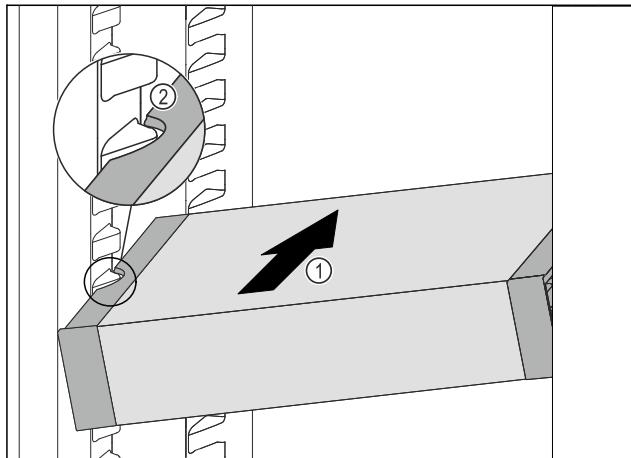

Fig. 99
- Вдвигайте VarioSafe под наклоном в холодильное отделение Fig. 99 (1), пока боковые выемки Fig. 99 (2) VarioSafe не окажутся на высоте выступа резервуара в холодильном отделении.